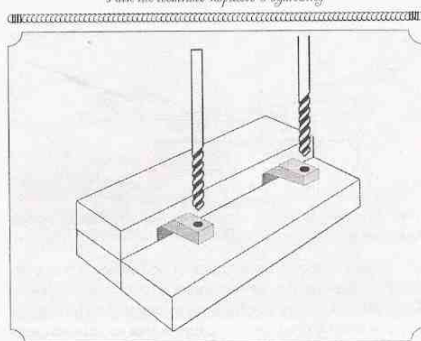

Рис. 19. С одной стороны вставляют дополнительный штырек, соединяют части вместе и, перевернув, размечают отверстия под основные штыри
5. С одной стороны вставляют дополнительный штырек, соединяют части вместе и, перевернув, размечают отверстия под основные штыри (Рис. 19).